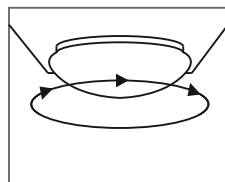

Рис.4
8. Установите плафон на место, повернув его по часовой стрелке (Рис.4).